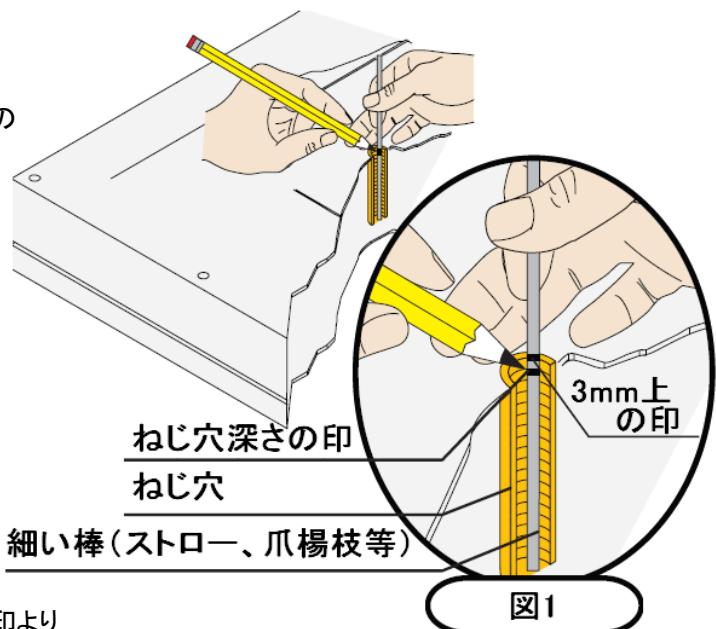

図1
- 3) ねじ穴の深さを示す印から、3mm 上にさらに印を付けてください。(図 1 参照)